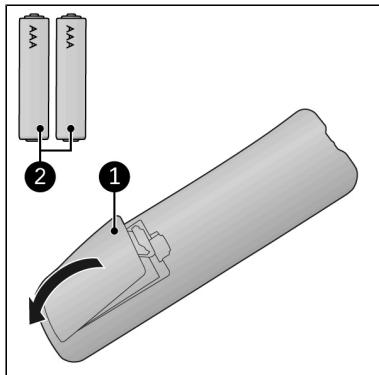

Figure 88.
1. Fjern batteridækslet (Figure 88, pos. 1).
2. Indsæt to batterier (AAA 1,5 V) (Figure 88, pos. 2) ind i batterirummet som vist. Sørg for at sætte batterierne korrekt.